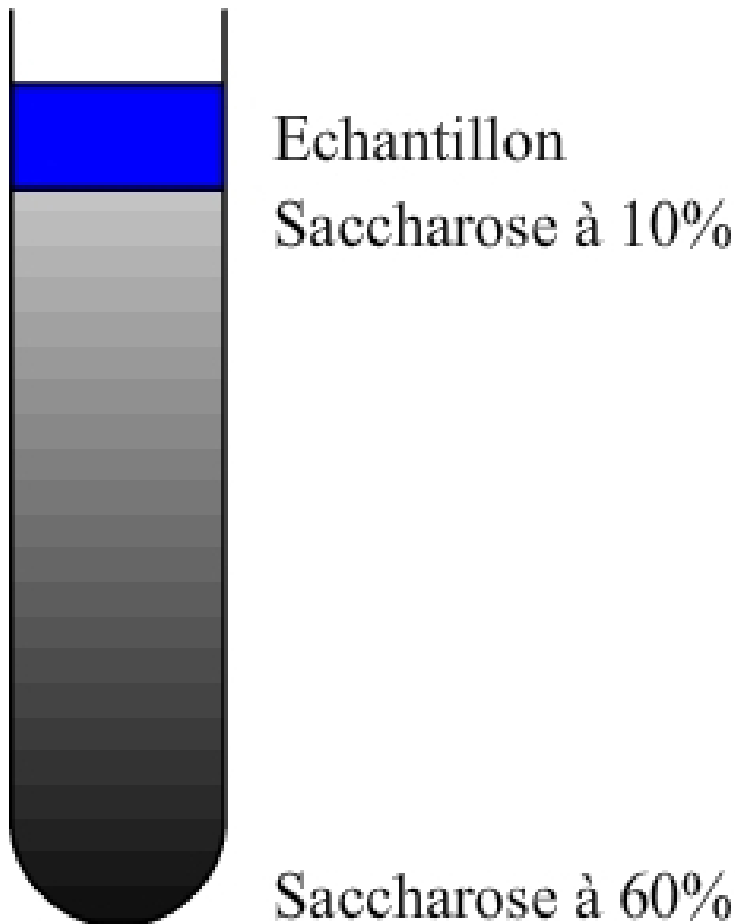

figure 5 - exemple de gradient continu
- les gradients discontinus sont constitués d'un empilement de solutions de moins en moins dense (voir fig. 5). les différents éléments s'accumulent aux interfaces entre les solutions de densité différentes. au-dessus, leur densité étant plus élevée, ils migrent vers le bas, et au-dessous, leur densité étant plus faible, ils migrent vers le haut. il arrive de limiter le gradient à deux densités seulement avec une solution inférieure très dense. on peut alors utiliser ce gradient minimaliste pour une centrifugation différentielle. la différence est qu'au lieu de former un culot, les éléments les plus denses resteront en phase liquide. cette méthode est donc beaucoup plus douce que la formation d'un culot (qui impose entre autre de resuspendre) c'est pourquoi on parle de « coussin ».